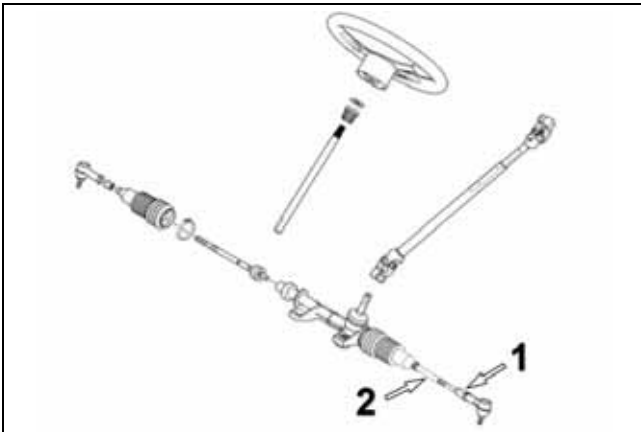

Abbildung 15 (Lenkmechanismus)
Um Justierungen am UTV vorzunehmen, lösen Sie zuerst Mutter (1) der Koppelstange des Lenksystems des Fahrzeugs (2), schrauben Sie die Koppelstange eine gleiche Anzahl an Umdrehungen auf beiden Seiten des Fahrzeugs fest oder los. Siehe Abbildung 15.